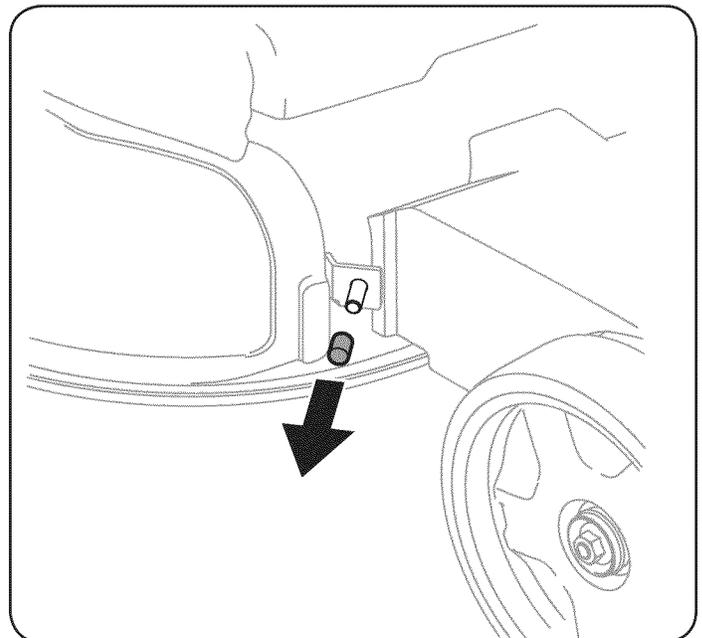

Figura 7
- Extraiga la tapa de vinilo del pasador roscado de la plataforma que está delante de la abertura de descarga. Vea la Figura 7.